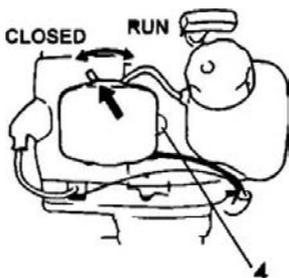

Рис.4
2. Несколько раз нажать на топливный праймер (4), чтобы топливо потекло через обратную трубку. (При наличии подобного оснащения) (Рис.4)